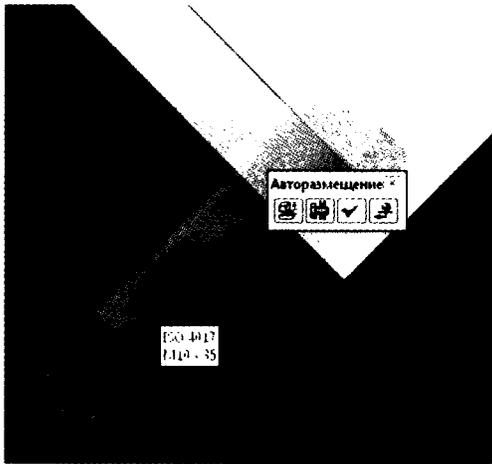

Рис. 4.10. Длина крепежа может быть изменена в соответствии со стандартом
9. Щелкните и перетащите красную стрелку вниз болта до тех пор, пока не будет показан размер **M10×35**, а затем отпустите для установки размера (рис. 4.10).